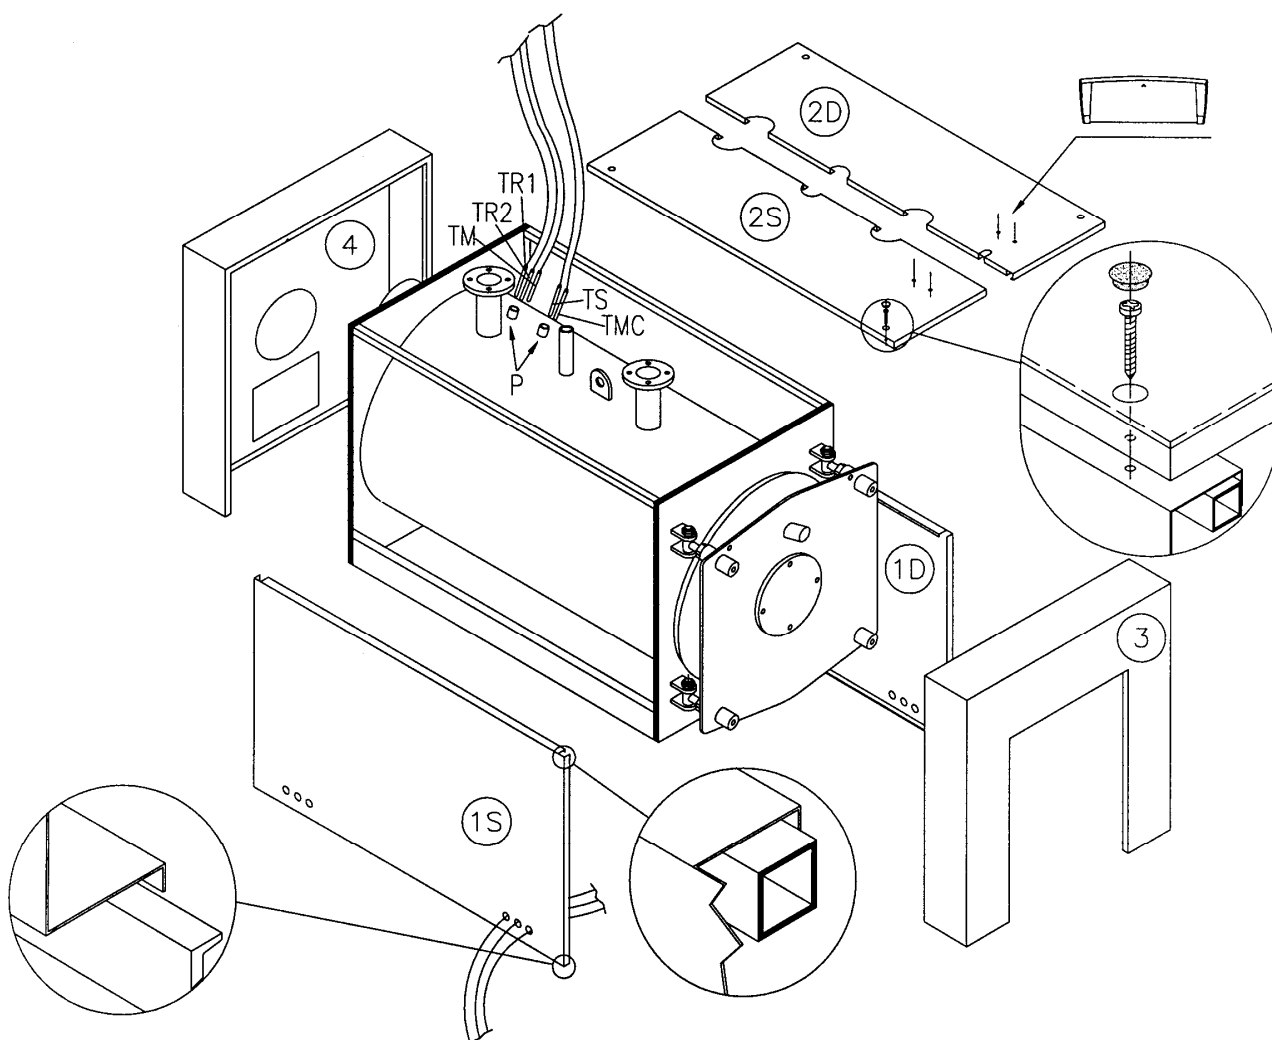

Fig. 8
4.2 REVESTIMIENTO CALDERAS RCB 3S/RCB 3S M F 7÷40 (Fig. 8)
- Envolver el cuerpo de la caldera con la lana de vidrio, dejando a la vista las vainas porta bulbos (P) situadas en el lado derecho.
- Montar los paneles (3) y (4) enganchándolos en los paneles laterales.